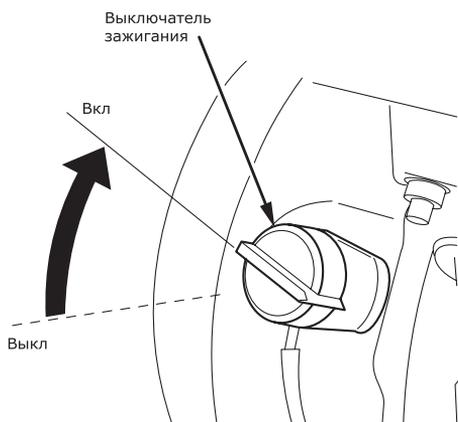

Рис. 13
- Поставьте выключатель зажигания в положение «ВКЛ» (рис. 13).